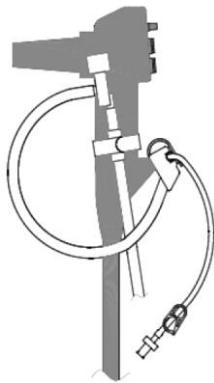

図 5
- 1) 吸引バルブを内視鏡に取り付ける場合は、吸引バルブの側に巻いてあるストラップを用いて内視鏡の操作部 (図 5) の鉗子口よりやや上の位置に取り付ける。